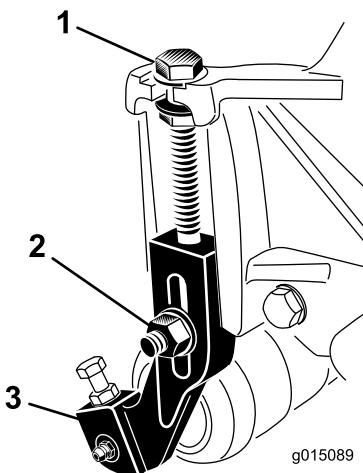

Figura 19
- Allentate i dadi di bloccaggio che fissano i bracci di regolazione dell'altezza di taglio sulle piastre laterali dell'apparato di taglio (Figura 19).